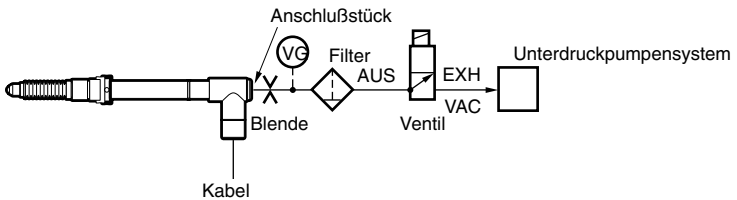

Abb. 1 Druckluftsystem
- Für den Betrieb das Meßgeräts DG805FLM/DG805FLE, DG810FLM/DG810FLE, mit einer Unterdruckpumpe ist das Druckluftsystem entsprechend Abb.1 anzuordnen. Der optimale Druck liegt bei 40 bis 66.7 kPa. Darüber hinaus ist eine Blende (siehe Abb. 2) am vom Druckluftheberanschluß kommenden Rohr anzubringen, um die Luftansaug- und ausstoßgeschwindigkeit zu steuern. Der Meßfühler wird beim Luftausstoß zur Unterdruckpumpe gehoben.